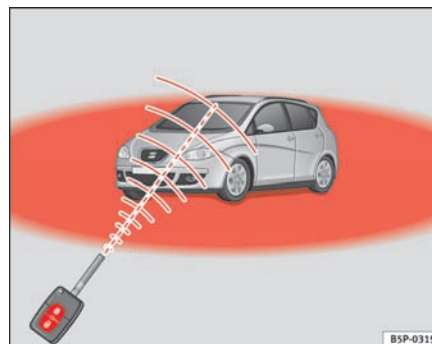

Fig. 65 Fjernbetjeningens virkeområde
- Fjernbetjeningen virker kun, når du opholder dig i fjernbetjeningens virkeområde ⇒ side 100, fig. 65 (rødt område).
- Hvis en af dørene eller bagklappen ikke åbnes, inden der er gået 30 sek., efter at bilen er blevet låst op med knappen  ①, låses den automatisk igen. Denne funktion forhindrer, at bilen ved en fejltagelse er låst op i længere tid.